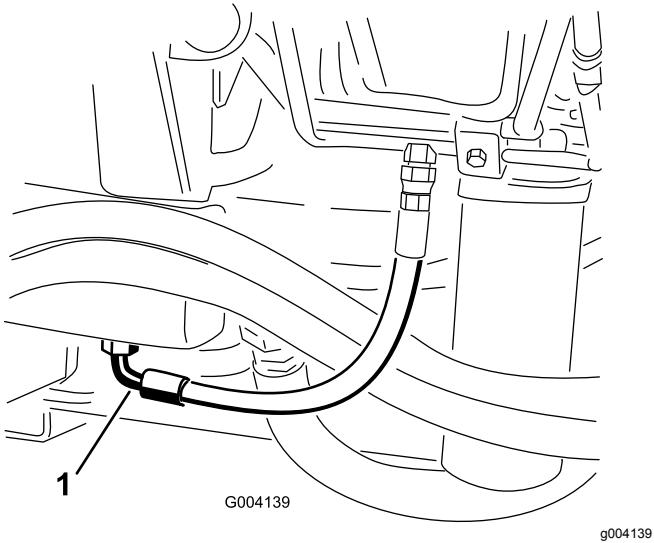

図 56
2. タンク図 56 の下についているフィッティングの下に、オイルを受ける大型の容器を置く。